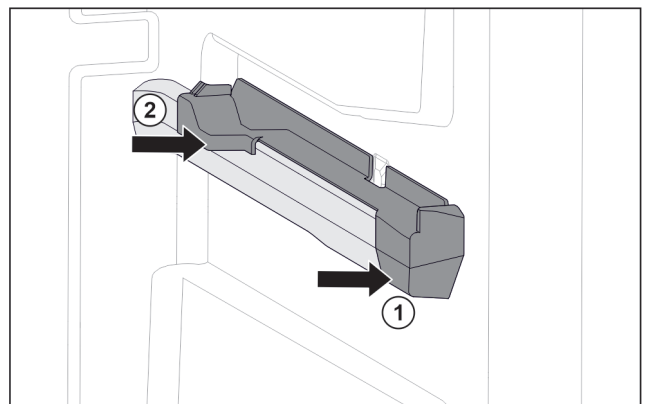

Fig. 124 Pealepisteosa paremal anumaribil
- ▶ Pange pealepisteosa ees anumaribil kohale. Fig. 124 (1)
- ▶ Vajutage pealepisteosa taga vastu. Fig. 124 (2)